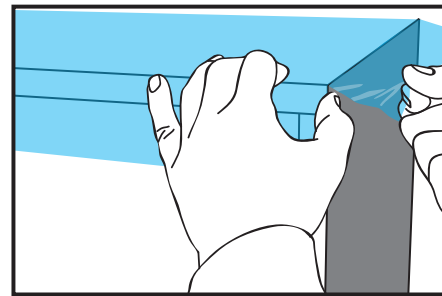

Figure 08
- › Appliquer le film sur l'une des tranches du plateau en rabattant le bord du film sur la tranche perpendiculaire. (FIG. 08)